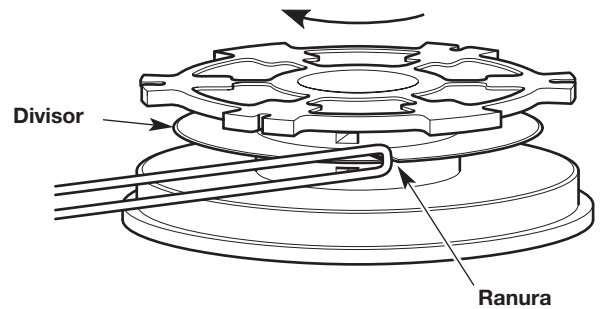

Fig. 19
2. Inserte el lazo en la ranura del divisor (Fig. 19). Enrolle el hilo ajustado en el sentido que se indica en la parte inferior del carrete interior hasta que queden aproximadamente 6 pulgadas (150 mm) de hilo. Mantenga la mitad superior del hilo por encima del divisor y la mitad inferior del hilo por debajo del divisor.